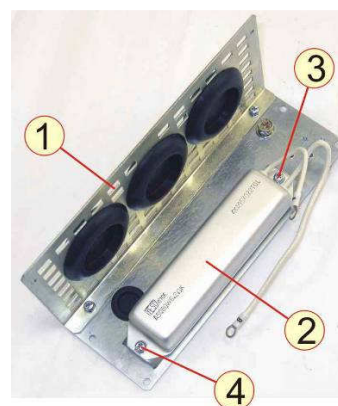

Рис.6.19
**6.11.3** При необходимости снять резистор предзаряда: выкрутить винт 3, ослабить винт 4, сдвинуть и снять резистор 2 (рис.6.19). Положить винты, панель кабельных вводов и резистор в тару.